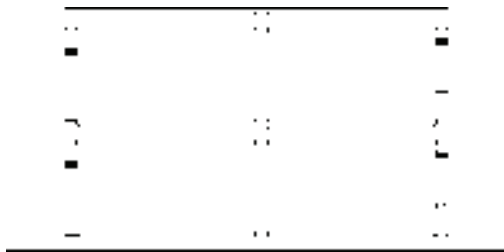

图 12-51 绘制门窗过梁
4) 重复上述操作, 继续绘制门窗过梁, 结果如图 12-51 所示。